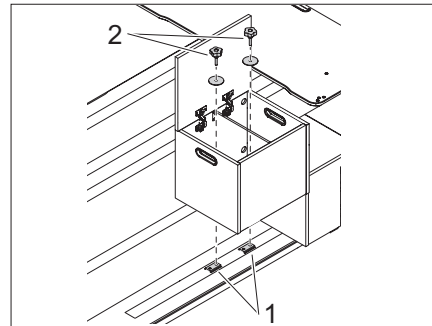

Fig. 46 Colocar la caja de almacenamiento
- ▶ Colocar la caja de almacenamiento sobre las placas roscadas (Fig. 46,1) en el riel.
- ▶ Pasar tornillos estrella (Fig. 46,2) con arandelas a través de la caja de almacenamiento y atornillar en las placas roscadas (Fig. 46,1).